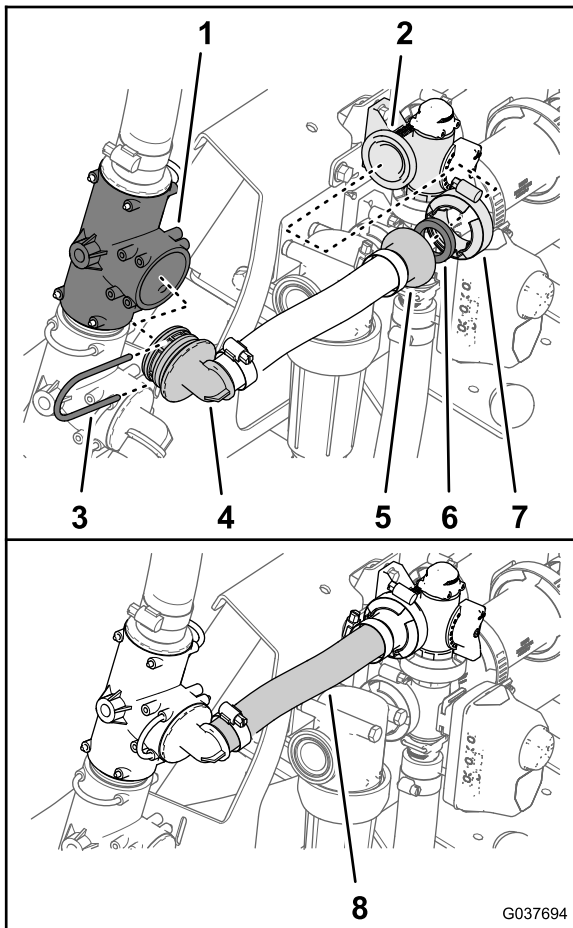

Bild 59
2. Befestigen Sie das gezahnte 90°-Anschlussstück des Rührwerküberlaufschlauchs (25 mm x 254 mm) mit dem Halter, den Sie in Schritt 2 in Entfernen des Rührwerk-Sicherheitsventils und der Sprühfahrzeug-Zulaufschläuche (Seite 18) entfernt haben, am oberen T-Anschlussstück (Bild 59).
3. Befestigen Sie das gezahnte Flanschanschlussstück des Rührwerk-Überlaufschlauchs und die Dichtung (25 mm x 35 mm) mit einer Flanschklemme (40 mm bis 64 mm) am Flansch des Rührwerkregelventils Bild 59.